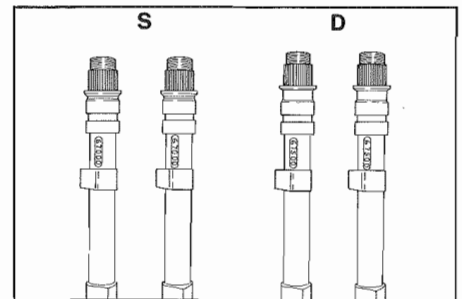
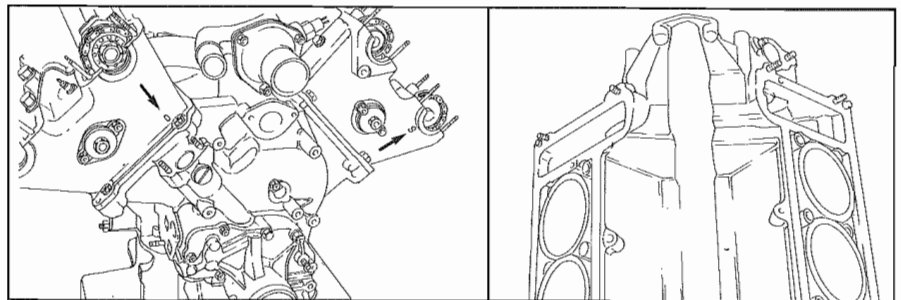

Fig. 10 - Riferimenti assi a camme
Fig. 11 - Riferimenti testa
- Rimontare pastiglie, bicchierini, assi a camme e supporti. Non cambiare posizione a nessun pezzo; riferimenti: supporti (Fig. 9-12) assi a camme (Fig. 10) testa (Fig. 11).
- Refit pads, bowls, camshafts and main bearing. Do not change the position of any piece; references: main bearing (Figs. 9-12) camshafts (Fig. 10) head (Fig. 11).